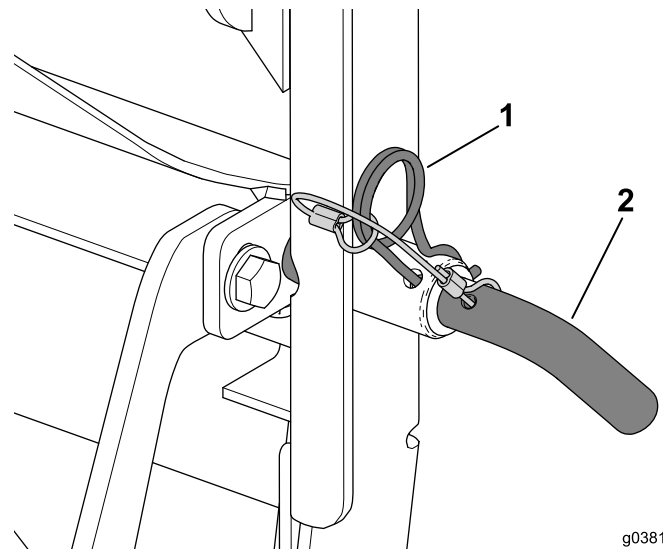

Figura 18
2. Inserite il perno di bloccaggio attraverso il telaio del cesto di raccolta e l'ancoraggio trasversale (Figura 18).
3. Utilizzate la coppiglia per fissare il perno di bloccaggio (Figura 18).